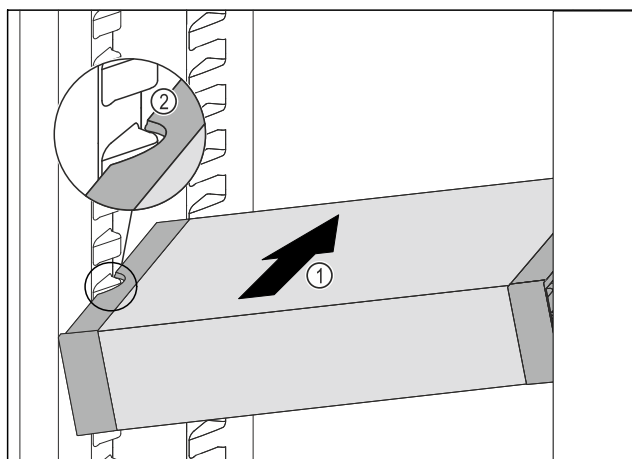

Fig. 104
- Skub VarioSafe skråt ind i kølesektionen, Fig. 104 (1) indtil udsparingerne i siden Fig. 104 (2) på VarioSafe er på niveau med beholderribben i kølesektionen.